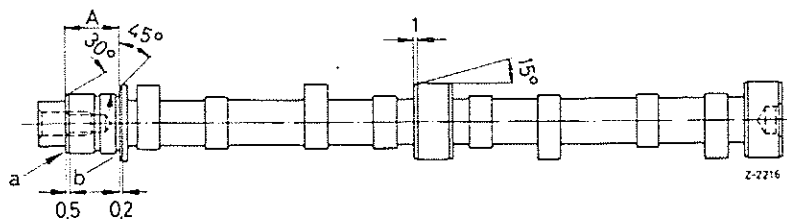

Fig.05-9/1
13. Controleer de axiale speling van de nokkenas. De axiale speling mag 0,05-0,128 mm bedragen. Wanneer de axiale speling te groot is, moet de voorzijde (a) van de eerste lagertap worden afgeslepen. Wanneer de speling te klein is, moet het vlak (b) van de flens van de eerste lagertap worden afgeslepen (zie werknr.05-9 en fig.05-9/1).
Bij het afslijpen van de 1e lagertap mag aan de zijkant van aanlegflens 'b' max. 0,1 mm worden weggeslepen (zie fig.05-9/1). Dezelfde hoeveelheid materiaal, die bij flens 'b' werd weggeslepen, moet van vlak 'a' worden afgeslepen, anders wordt de axiale speling van de nokkenas en dus de afwijking van het nokkenastandwiel te groot. De zijdelingse slingering van vlak 'a' mag niet meer dan 0,01 mm bedragen. Na het afslijpen van de nokkenaslagertap moet de nokkenas op scheuren en van de afzonderlijke lagertappen de hardheid worden gecontroleerd.